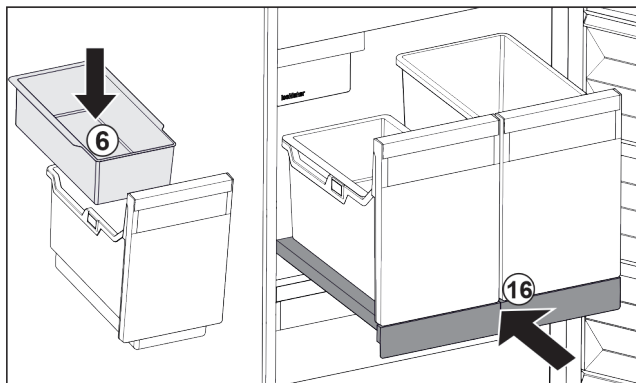

Fig. 25
- Installer le balconnet Fig. 25 (6) pour glaçons.
- Rentrer le compartiment couissant avec le bac (IceTower). Fig. 25 (16)